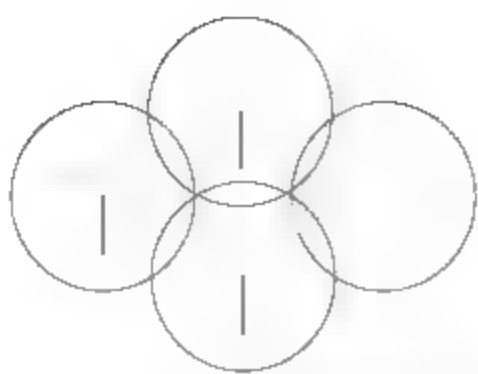

图9-7 向右复制圆形
**08** 选择菜单【修改】|【复制】命令,选择左侧圆,向右进行镜像复制,结果如图9-7所示。